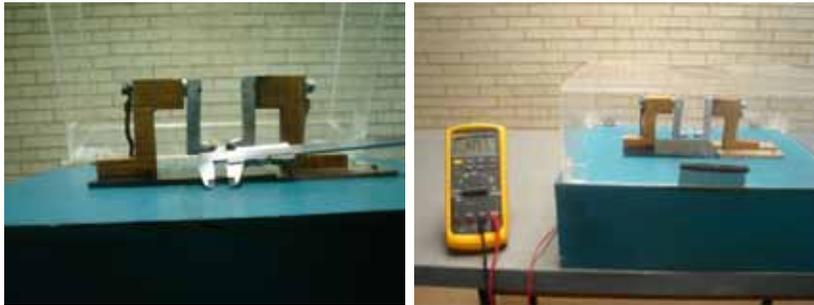

Figura 3.8 Ruptura de rigidez dieléctrica del aire
- g) Fije una separación de 10 mm entre electrodos e incremente lentamente la diferencia de potencial con ayuda del variac como se muestra en la figura 3.8, hasta que se produzca la ruptura de rigidez dieléctrica.